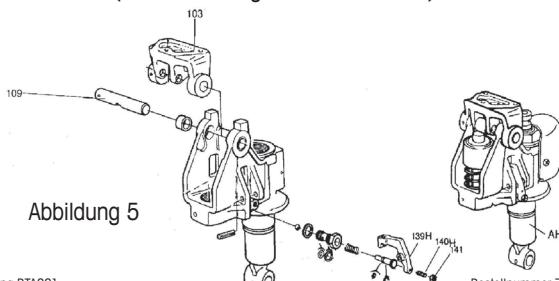

Abbildung 5
2. Deichsel auf dem Basisstück positionieren. Zugdraht vorsichtig durch die Mitte des Basisstücks und die vorgesehene Bohrung in der Deichselachse (siehe Abbildung 5, 109) führen.
4. Stellungshebel anheben und den Stift des Zugdrashts in die Nut des Stellungshebels einsetzen (siehe Abbildung 3 unten und Abbildung 5, 139H)
1. Einstellschraube (siehe Abbildung 5, 140H) auf dem Stellungshebel drehen, bis die Funktion "Senken" (LOWER) funktioniert.
6. Einstellschraube durch Festziehen der Mutter sichern (siehe Abbildung 5, 140H und 141).